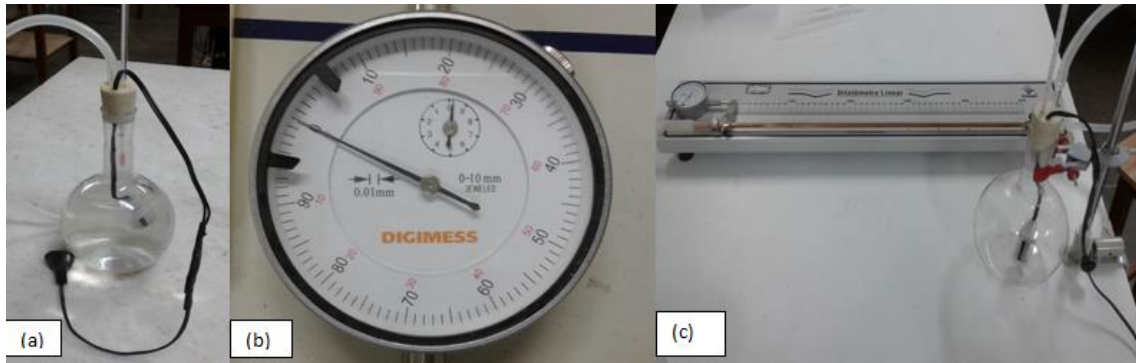

Figura 1: (a) Recipiente, termômetro e ebulidor, (b) Micrômetro, (c) Montagem experimental com dilatômetro.
- (ii) Insira o termômetro e o ebulidor dentro do recipiente com água, como mostra a Figura 1.a;
- (iv) Se necessário ajuste a barra metálica sobre o dilatômetro (Figura 1.c) de forma que seja possível fazer a leitura do comprimento inicial  $L$  da barra e que o micrômetro (Figura 1.b) possa captar qualquer variação do comprimento da mesma;